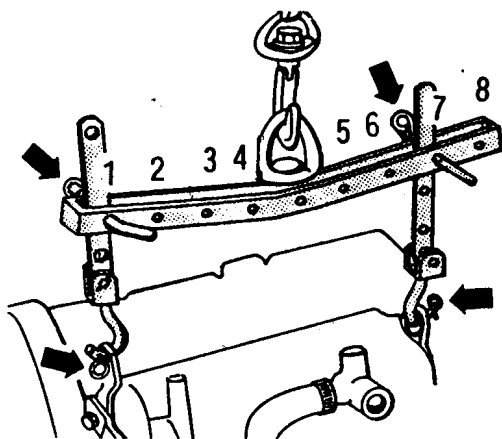

图 1-2 吊架杆的安装
(6) 按图 1-2 所示安装吊架杆, 并用车间起动机吊起发动机皮带轮端: 吊架杆插在位置 1 的第二个孔; 吊架杆插在位置 7 的第三个孔。